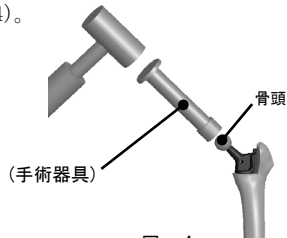

図 a-4
- 3) 骨頭ボールを本製品のテーパ部に装着する(図 a-4)。